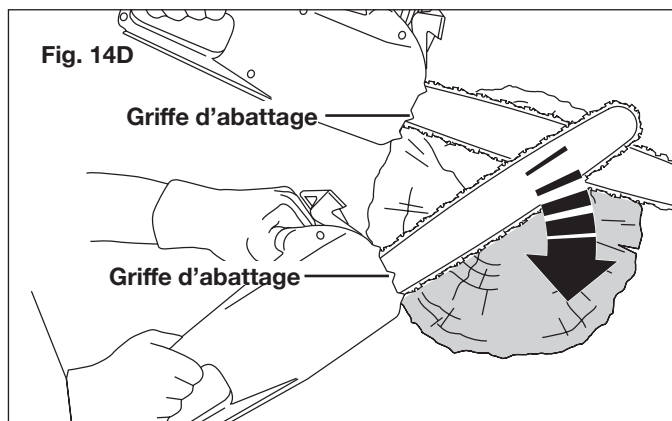

Fig. 14D
- Il est plus facile de scier une grume en utilisant la griffe d'abattage (Fig. 14D).